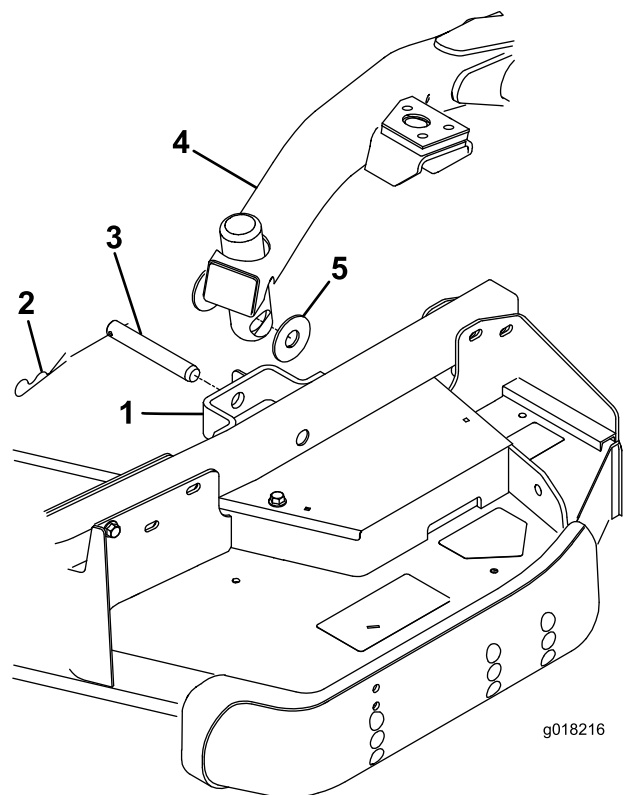

Bild 4
1. Entfernen Sie die zwei Druckscheiben, den Lastösenbolzen und Splint aus der Halterung jedes Laufradarms am Mähwerk (Bild 4).
3. Stellen Sie den Hubhebel nach vorne auf die Schweben-Stellung. Drücken Sie einen Hubarm nach unten, bis die Löcher im Hubarm mit den Löchern in der Laufradarm-Halterung ausgefluchtet sind (Bild 4).
4. Befestigen Sie den Hubarm mit den zwei Druckscheiben, einem Lastösenbolzen und einem Splint am Laufradarm. Legen Sie die Druckscheiben zwischen den Hubarm und die Halterung des Laufradarms (Bild 4). Setzen Sie das Ende des Splints in den Schlitz im Laufradarm ein, um den Splint zu arretieren.